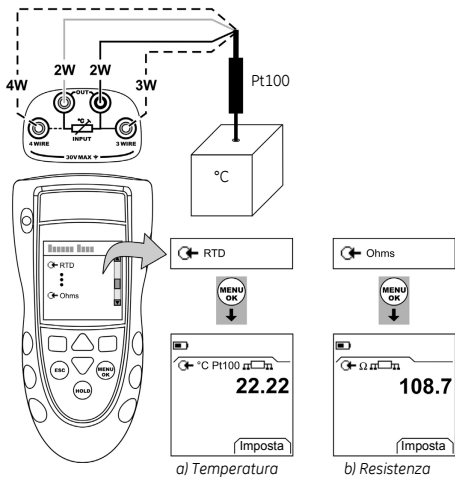

Figura 1: Esempio configurazione – per misurare i valori di temperatura o resistenza di un RTD
1. Collegare lo strumento (Figura 1) e, se necessario, modificarne il Setup (Tabella 1).